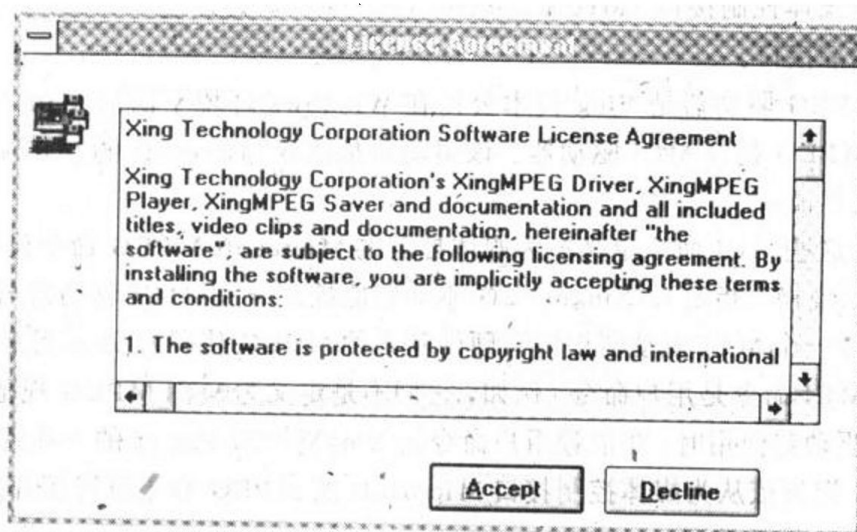

图 6-11
④几秒中后，出现允许协议提示框。是说明该软件的制作是国际允许的并受国际版权保护。你想继续查看，可按下 Decline 按钮。继续安装请选择 Accept。(图 6-11)